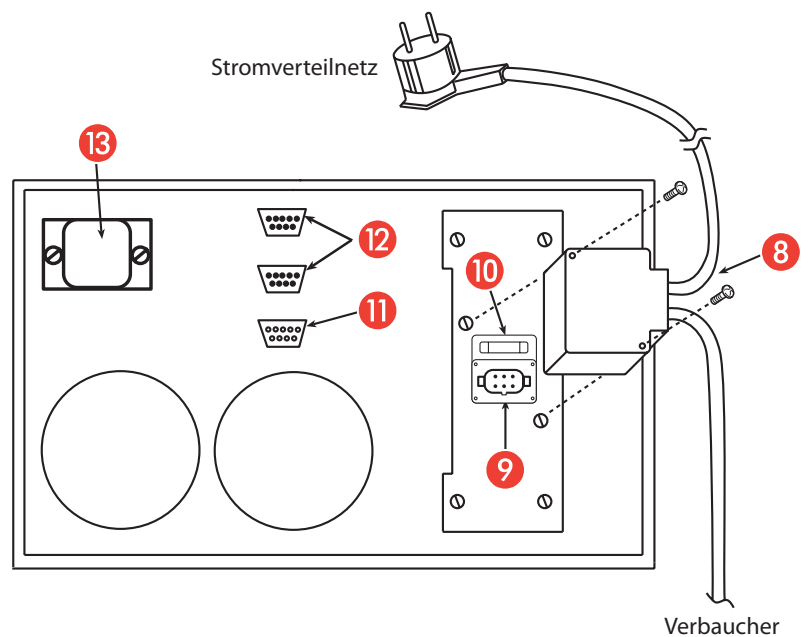

Abb. 2
Einzelne Einheit (Abb. 2):
1. Den beiliegenden Steckverbinder Eingang-Ausgang wie in Abbildung 2 gezeigt verdrahten; hierzu ummantelte Kabel verwenden, deren Leiter einen Mindestquerschnitt von 2,5 mm2 haben.
4. Den Steckverbinder Eingang-Ausgang an den Anschluss [9] auf der Rückseite der USV-Einheit anschließen und mit den zugehörigen Schrauben am Rahmen befestigen (siehe Abb. 2).